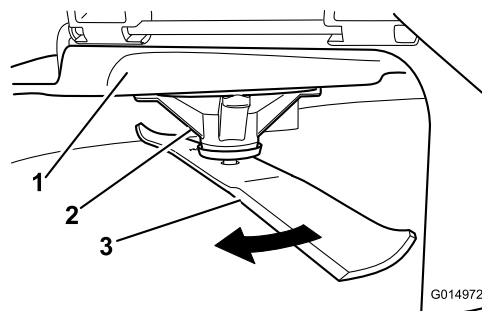

図 61
2. 厚手の丈夫な手袋をはめるなどして確実に保護した手で、ブレードをゆっくり回転させ、適当な位置で、刃先から床面までの距離を測定する 図 61。